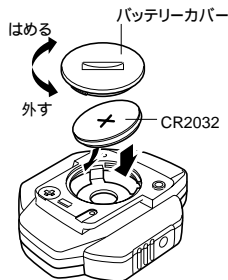

図1
1. メインユニット裏面のバッテリーカバーをコイン等で外します。(図1)